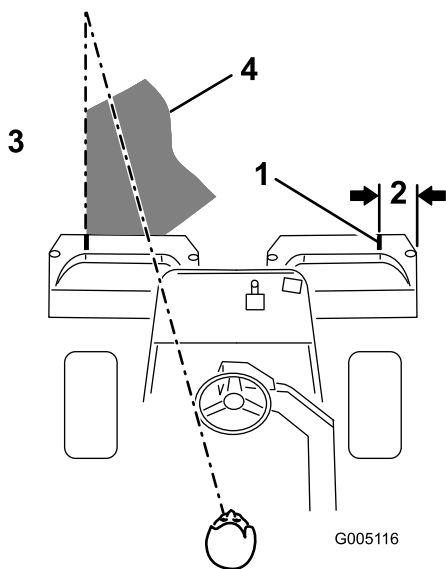

Рисунок 31
**Примечание:** Чтобы машина всегда двигалась по грину строго по прямой с сохранением равных интервалов от края предыдущей скошенной полосы, создайте воображаемый ориентир примерно 1,8–3 м перед машиной на краю нескошенной части грина (Рисунок 31). Используйте как часть ориентира наружный край рулевого колеса, т.е. удерживайте край рулевого колеса совмещенным с точкой, которая всегда находится на одном и том же расстоянии от переднего края машины.